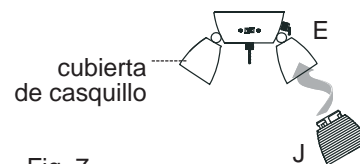

Fig. 7
7. Alinee los hoyuelos en la cubierta del casquillo con las ranuras en la pantalla de vidrio (J). Gire la pantalla de vidrio (J) en el sentido de las agujas del reloj para asegurarla. [Fig. 7] Repita esto con las demás pantallas de vidrio (J).